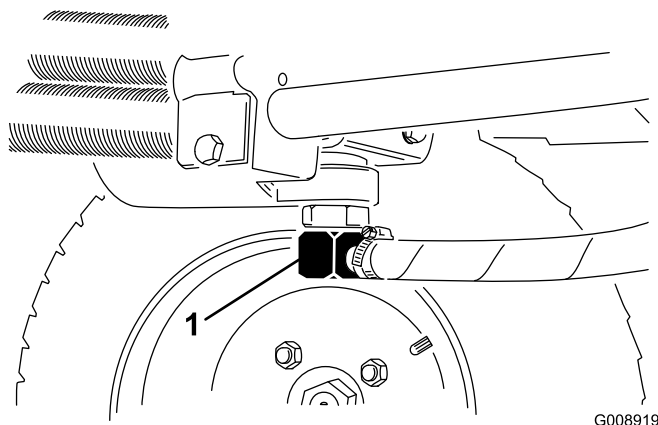
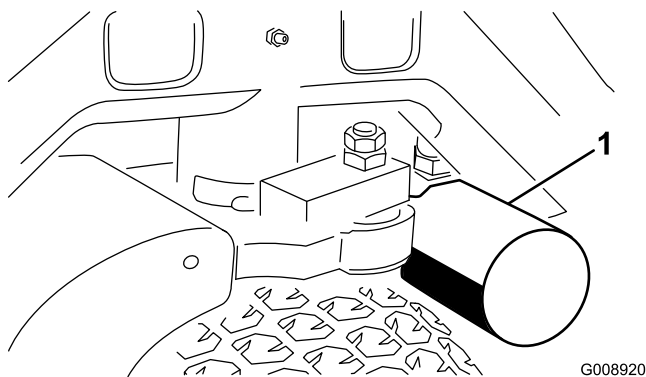

Figura 72
Figura 73
2. Desconecte as linhas hidráulicas (Figura 72) ou retire o filtro hidráulico (Figura 73) e deixe que o fluido hidráulico escorra para dentro de um recipiente de escoamento.
4. Coloque um recipiente de escoamento debaixo do filtro (Figura 73) e retire o filtro.